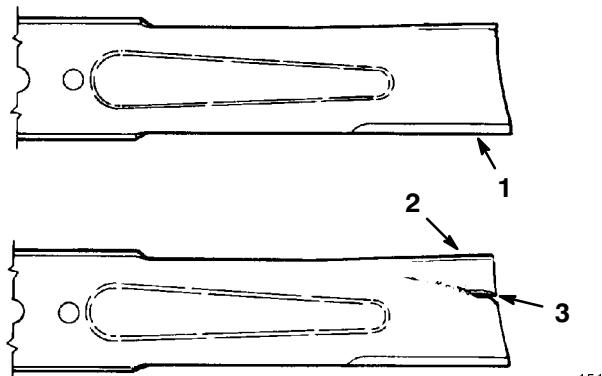

Bild 32
2. Untersuchen Sie die Schneidkanten (Bild 32). Bauen Sie, wenn die Kanten nicht scharf sind oder Kerben aufweisen, die Schnittmesser aus und schärfen sie. Siehe Schärfen der Schnittmesser, Seite 30.
3. Untersuchen Sie die Schnittmesser, insbesondere den gebogenen Bereich (Bild 32). Wenn Sie Schäden, Verschleiß oder Rillenbildung in diesem Bereich feststellen (Bild 32), muss sofort ein neues Schnittmesser eingebaut werden.